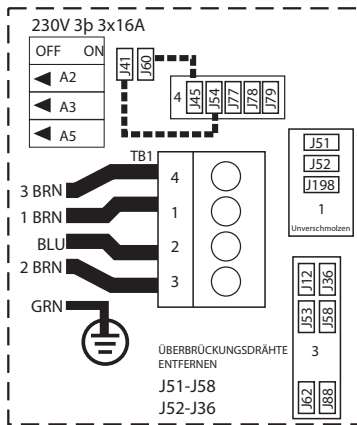

Abbildung 2
ZUSÄTZLICHER ANSCHLUSS – 3-PHASIG (Abbildung 2)
2. Installieren Sie nur Jumper-Drähte erneut, wie in den gestrichelten Linien in Abbildung 2 angezeigt.